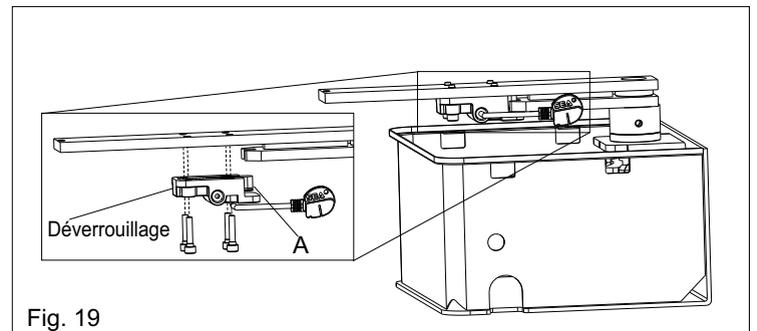

Fig. 19
6.1. Graisser le pivot d'accrochement (A) et monter le système de déverrouillage sous l'ensemble vantail, utilisant les 4 vis fournies (Fig. 19)